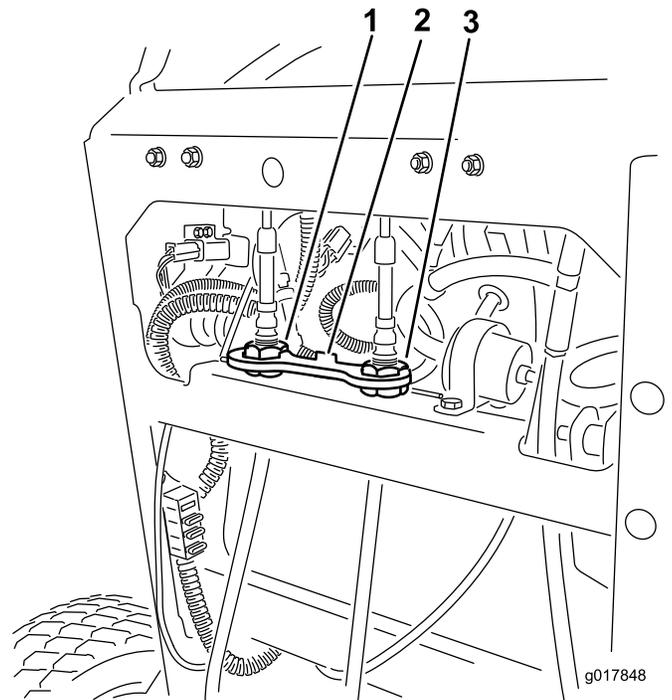

Figura 71
2. Levante y retire la pletina de bloqueo que sujeta las tuercas de ajuste de los cables (Figura 71).
6. Instale la pletina de bloqueo sobre las tuercas de ajuste de los cables para afianzar el ajuste (Figura 71).